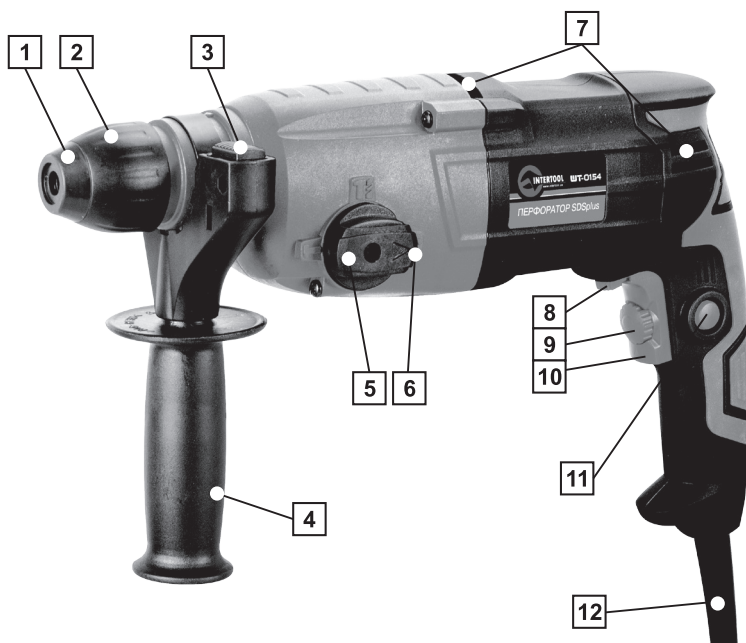

рис. 1.
- 2.4 Выбор режима работы перфоратора осуществляется расположенном в редукторе переключателем режимов 5 (см. рис.1).
- 4 Выше описанные узлы установлены в пластиковый корпус. В ручке корпуса размещен выключатель с электронным регулятором оборотов 10 (см. рис.1), ограничителем оборотов 9 и фиксатором 11. Выключатель конструктивно объединен с переключателем направления вращения 8, который может переключать половины обмотки статора к щеткам коллектора, что изменяет направление вращения ротора. В передней части корпуса имеется специальная шейка для установки дополнительной рукоятки 4. Рукоятка имеет кольцо, которое затягивается на шейке корпуса или высвобождает ее, если вращать ручку рукоятки соответственно по часовой стрелке или против часовой стрелки. Кроме того, рукоятка имеет отверстие под глубиномер и фиксатор глубиномера 3. При установке или регулировке глубиномера необходимо утопить кнопку фиксатора.